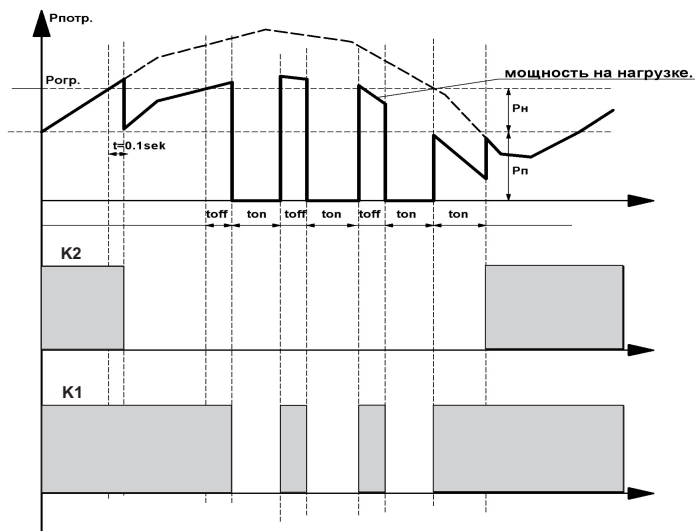

Рис.1 Диаграмма работы ОМ-630-2 с приоритетной нагрузкой
5.2 Режим работы с приоритетной нагрузкой. Нагрузка разбивается на две части, приоритетную  $R_p$ , отключать которую нежелательно и неприоритетную  $R_n$ . При перегрузке отключается  $R_n$  без временной задержки. Если перегрузки нет,  $R_n$  отключена,  $R_p$  подключена. Если перегрузка продолжается,  $R_p$  отключается в соответствии с установленным временем  $T_{off}$ . При снижении потребляемой мощности  $R_p$  подключается через время  $T_{on}$ , затем через это же время подключается и нагрузка  $R_n$ . Диаграмма работы на Рис. 1, схема включения на Рис.2. Преимущества режима: нет полного отключения от сети питания, сум-